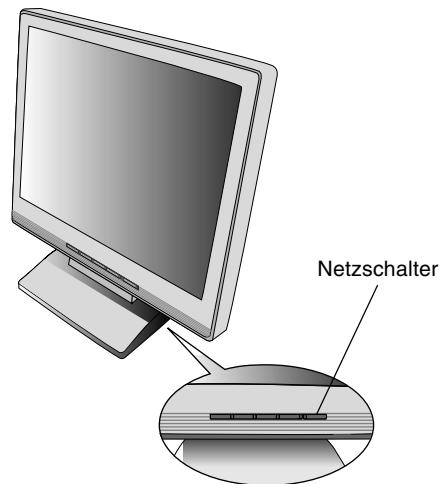

Abbildung C.1
5. Schalten Sie den Computer und den Monitor mit dem Netzschatzer an der Vorderseite (**Abbildung C.1**) ein.